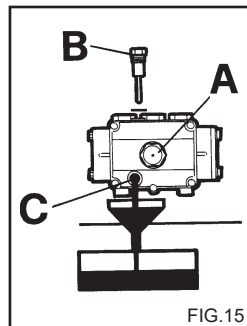

FIG. 15
- 1) Skru opp drens-skruen på undersiden av pumpen (fig. 15 C).
- 2) Bruk peilepinnen til å skru av dekslet (fig. 15).